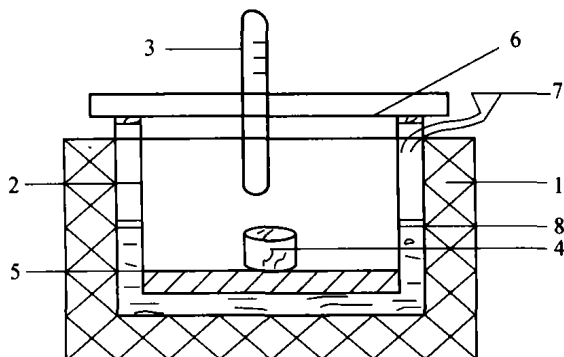

图2
3. 低温拆胶。低温拆胶可自制一低温箱其结构如图2所示。图中1为保温木箱,将夹层金属桶或夹层玻璃烧杯2放入保温箱中,金属桶底放一层脱脂棉5,拆胶零件4安放在脱脂棉上,用带有橡皮圈的箱盖6盖好,插上低温表3。将以上准备工作做好后,用漏斗7将液态氧8注入夹层金属桶中,随之低温箱中温度可降至-120~-150℃,因为液态